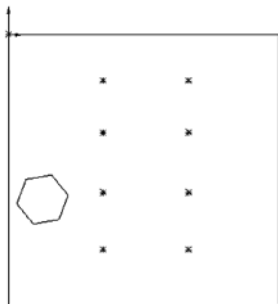
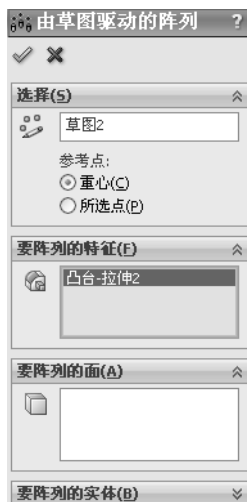

图 3-129 拉伸的实体
图 3-130 “由草图驱动的阵列”属性管理器
2) 设置属性管理器。在“要阵列的特征”一栏中选择如图 3-129 所示的拉伸的实体；在“参考草图”一栏中选择如图 3-129 所示中绘制的草图点，其他设置如图 3-130 所示。